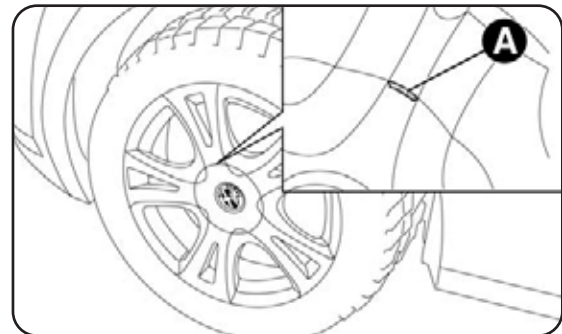

fig. 6
- pour versions avec jantes en alliage: secouer la voiture pour faciliter le décollage de la jante du moyeu de roue. Certaines versions peuvent être dotées de jantes en alliage avec enjoliveur cache-moyeu (fig. 6) Pour enlever l'enjoliveur, introduire le tournevis dans les logements A-fig. 6 de manière à accéder aux boulons de fixation. Remplacer la roue suivant les indications fournies.